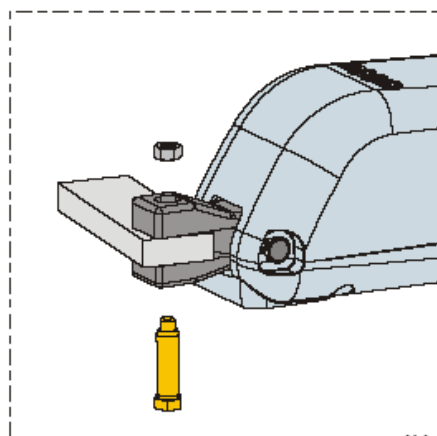

Рис. 12
- 5) Закрепите привод на заднем кронштейне посредством болта, поставляемого в комплекте, как показано на рис. 12.